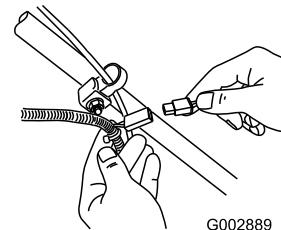

Figura 22
1. Conecte el cargador al arnés de cables situado debajo de la llave de contacto (Figura 22).